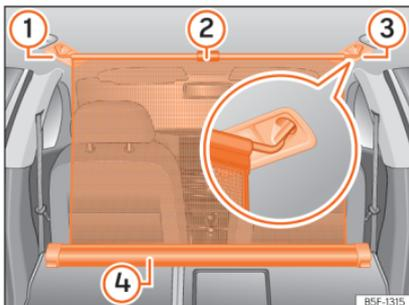

Fig. 144 Na bagageira: rede de separação fixa com os encostos do banco traseiro rebatidos.
- Puxe a aba para cima » **Fig. 144 ②** para tirar a rede da carcaça » **Fig. 144 ④**.
- Prender a rede de separação do lado esquerdo ou direito » **Fig. 144 ③** (imagem ampliada).
- Prender a rede de separação no alojamento do outro lado » **Fig. 144 ①** puxando a barra.
A rede de separação está montada corretamente quando as extremidades em forma de T estão fixas com firmeza nos alojamentos correspondentes » **Fig. 144 ③** e **①**.
- Enrole a rede na carcaça » **Fig. 144 ④** baixando-a manualmente.